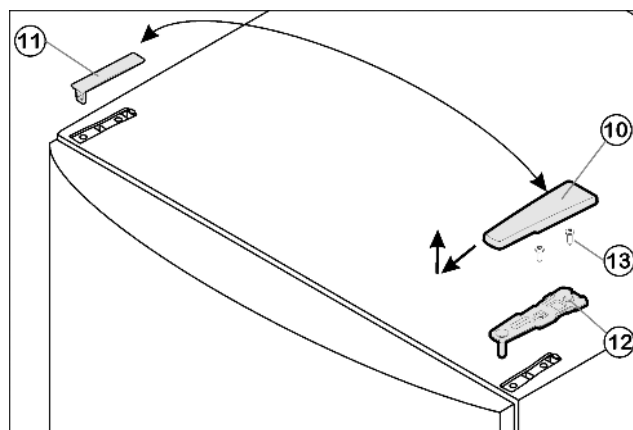

Fig. 5
- ▶ Skinite pokrov Fig. 5 (10) prema naprijed i gore.
- ▶ Podignite pokrov Fig. 5 (11).
- ▶ Odvijte gornji podložak ležaja Fig. 5 (12) (2 puta Torx® 25)
- ▶ Fig. 5 (13) i izvucite ga prema gore.
- Umetnite gornji podložak ležaja Fig. 5 (12) na novu stranu šarke u vrata.
- Čvrsto pritegnite gornji podložak ležaja Fig. 5 (12) (s 4 Nm) (2 x Torx® 25) Fig. 5 (13). Eventualno probušite šilom ili odvijačem na baterije rupe za vijke.
- Postavite pokrov Fig. 5 (10) i pokrov Fig. 5 (11) uvijek na suprotnu stranu.